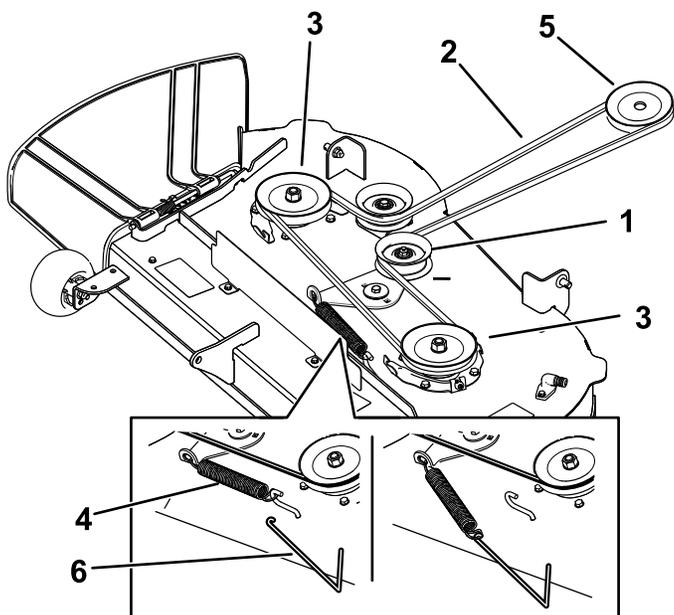
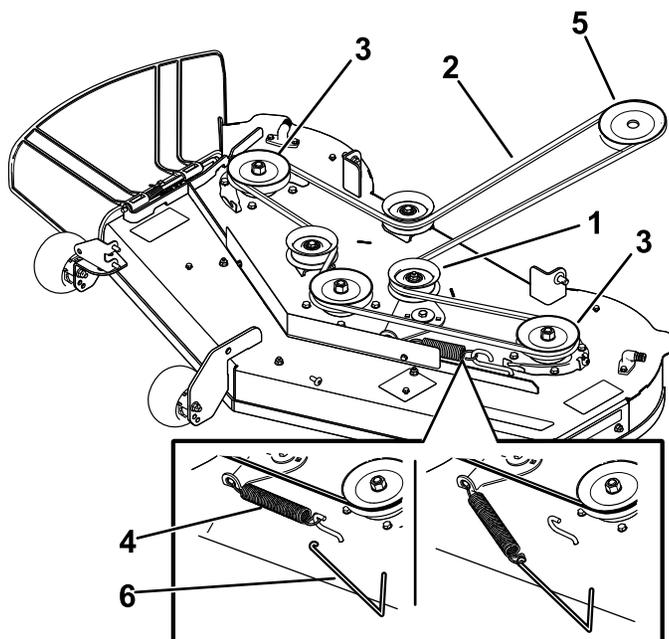

Figura 54
Figura 55
- 6. Utilizando um removedor de molas (peça Toro n.º 92-5771) a mola intermédia do gancho da plataforma para retirar tensão da polia intermédia e role a correia para fora das polias (Figura 54 ou Figura 55).
- 7. Encaminhe a nova correia em redor da polia do motor e nas polias do cortador (Figura 54 ou Figura 55).
- 8. Utilizando um removedor de molas (peça Toro n.º 92-5771), instale a mola intermédia por cima do gancho da plataforma para colocar tensão na polia intermédia e na correia do cortador (Figura 54 ou Figura 55).